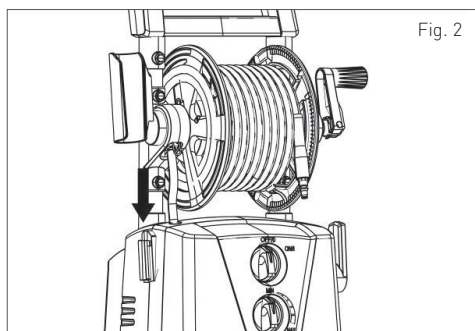

Fig. 2
**(1)** Deslize o Suporte da Pistola para a posição correta (fig.2).